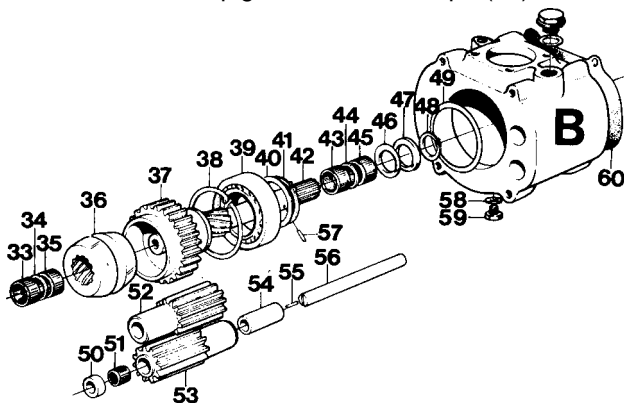

Fig. 12
1. Mettre le circlips (38, fig. 12) dans le carter.
2. Enfoncer le roulement (39) dans le carter au moyen du mandrin 884500.
4. Enfoncer le pignon (37) dans le roulement (39) en se servant du mandrin 884263. Remarque : l'outil d'appui 884488 doit être adapté à la bague intérieure du roulement. Veiller à ce que les dents des pignons s'engagent bien dans les entredents des satellites.
5. Les cales (40) existent dans deux épaisseurs différentes : 0,05 mm et 0,10 mm. Poser une épaisseur de cale de manière à éliminer tout jeu éventuel. Retirer ensuite une cale de 0,05 mm. Verrouiller le pignon avec le circlips (41).
1. Enfoncer les goupilles de positionnement (55, fig. 12) dans le carter avant jusqu'à ce qu'elles arrivent à environ 2 mm au-dessus du plan de jonction.
1. Enfoncer les goupilles de positionnement (55, fig. 12) dans le carter avant, jusqu'à ce qu'elles dépassent d'environ 2 mm au-dessus du plan de jonction.
Réassemblage du carter avant avec le carter intermédiaire MSB (Fig. 12 et 14)
1. Visser en place le bouchon de vidange, (59, fig. 12). Remarque : Mettre un joint aluminium.